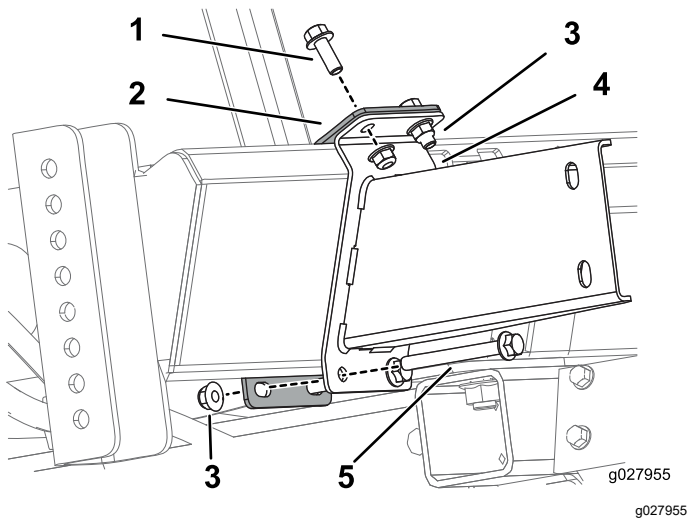

图 11
- 使用 2 个 ¾ 英寸 - 16 英寸螺栓、2 个 ¾ 英寸 - 16 x 3½ 英寸螺栓和 4 个 ¾ 英寸 - 16 英寸凸缘螺母将下支架和下支架托架安装在一起如图 11 中所示。